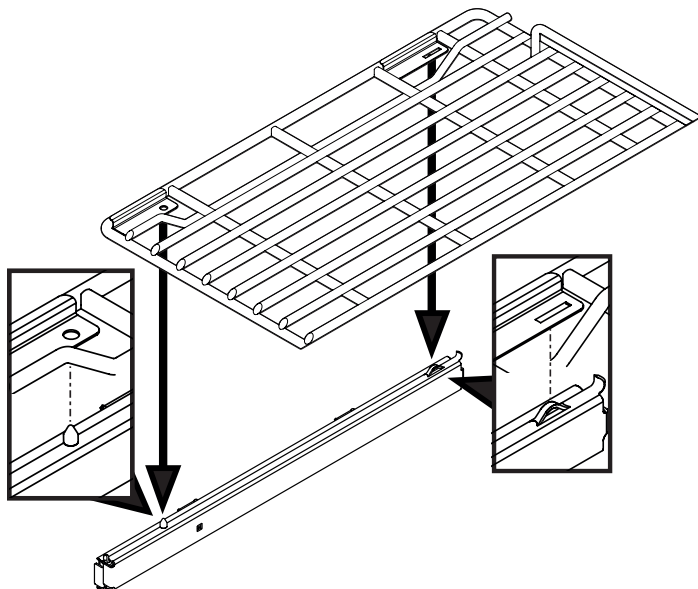

Figura 19: Instalación de las rejillas de horno
Las rejillas deslizantes tienen una apariencia ligeramente distinta de las planas (ver Figura 19). Solo es posible instalar rejillas deslizantes en las guías deslizantes.
3. Cerca de la parte trasera de la rejilla, ajuste la ranura de la rejilla en las pestañas de la guía. Cerca de la parte delantera de la rejilla, ajuste el pasador de guía en el orificio de la rejilla (ver Figura 19).